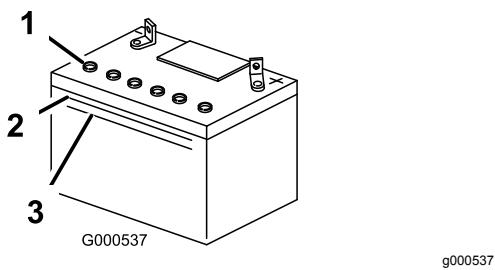

Figura 39
- Mire hacia el lateral de la batería. El electrolito debe llegar a la línea superior (Figura 39). No
permite que el electrolito esté por debajo de la línea inferior (Figura 39).
- 5. Retire los tapones de ventilación de la batería (Figura 39).
- 6. Vierta lentamente agua destilada en cada célula de la batería hasta que el nivel de electrolito llegue a la línea superior (Figura 39) de la caja de la batería.
- 7. Espere de cinco a diez minutos después de llenar las células de la batería. Añada agua destilada, si es necesario, hasta que el nivel de electrolito llegue a la línea superior (Figura 39) de la caja de la batería.